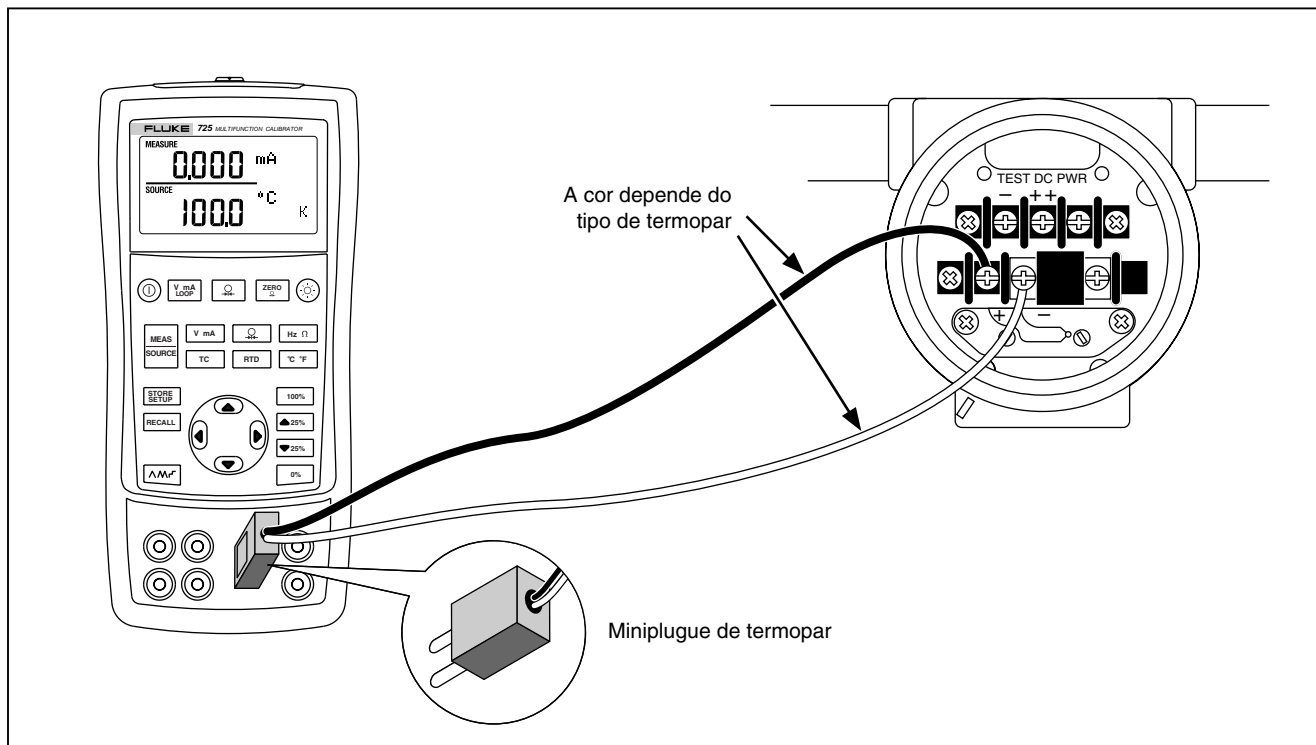

Figura 16. Conexões para simulação de termopar
Conecte a entrada/saída de termopar (TC) do calibrador ao instrumento sendo testado, usando o fio de termopar e o miniconector de termopar apropriado (plugue de termopar polarizado com pontas chatas em linha, espaçadas a 7,9 mm [0,312 pol] de centro a centro). *Um dos pinos é mais largo que o outro. Não tente forçar o miniplugue no pino de polarização errada.* A Figura 16 mostra esta conexão. Para simular um termopar, proceda da seguinte forma:
1. Anexe os terminais do termopar ao miniplugue TC apropriado; em seguida, à entrada/saída de TC, conforme mostrado na Figura 16.
3. Pressione  para entrar na tela de termopar (TC). Se quiser, continue pressionando esta tecla para selecionar o tipo de termopar desejado.